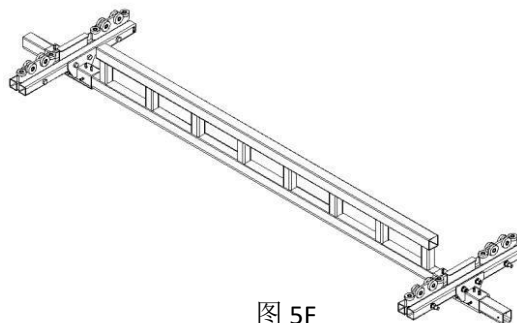

图 5F
- 5.19 将主梁提升到固定型轨，同时将型轨小车插入到固定型轨的端口（如图 5F）。